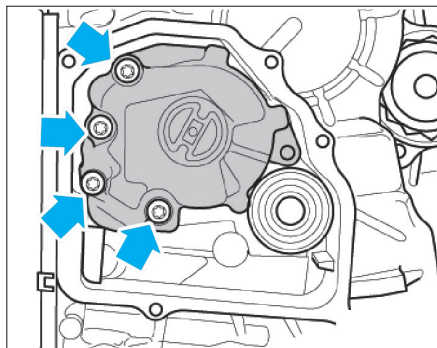

Fig. 20
- les vis (flèches) et retirer la pompe à huile de l'arbre d'entraînement de la pompe à huile (Fig.20).